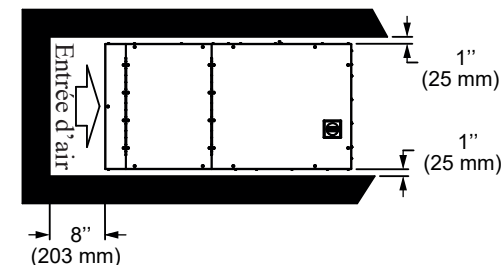

Figure 5
- 7- Déplier les lèvres de fixation à l'entrée et/ou sortie d'air et adapter le conduit d'air aux dimensions montrées (Figure 5). La construction des conduits d'air doivent être conforme à la norme NFPA 90B.